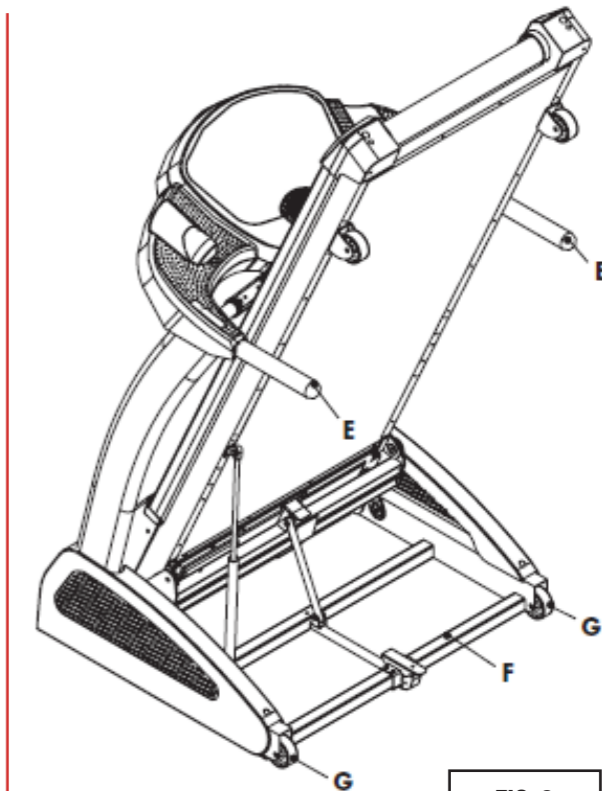

FIG. 9
- Per compiere l'operazione, posizionarsi dietro al piano di corsa ed afferrare con entrambe le mani i corrimano E (Fig. 9), puntare un piede sulla traversa F (Fig. 9) alla base del telaio motore, quindi inclinare con decisione il tappeto tirando con forza i corrimano E (Fig. 9) fino a portare la parte posteriore del piano di corsa a contatto sulle braccia.
- A questo punto le due ruote di spostamento G (Fig. 9) sono in appoggio sul terreno, quindi spingere il tappeto in avanti, nella direzione desiderata.